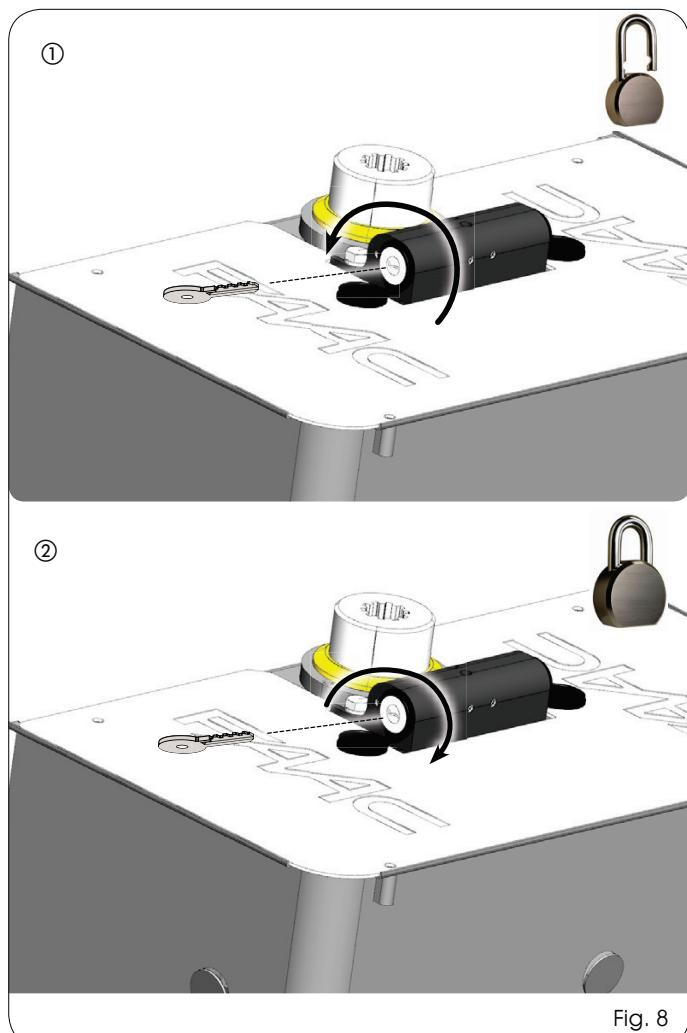

Fig. 8
Para desbloquear el operador retire la protección de plástico, introduzca la llave y gire aproximadamente una vuelta en sentido antihorario la cerradura de desbloqueo. (Fig. 8 ref. ①).
Para volver a bloquear el operador gire la cerradura de desbloqueo en sentido horario hasta el tope, **sin forzarla** (Fig. 8 ref. ②)
Om de aandrijving te ontgrendelen moet de kunststof bescherming worden verwijderd, steek dan de sleutel in het slot en draai hem ongeveer een slag tegen de wijzers van de klok in. (Fig.8 ref.①).
Om de aandrijving weer te vergrendelen moet de sleutel met de wijzers van de klok mee worden gedraaid tot hij niet verder kan, **zonder hem te forceren** (Fig.8 ref. ②)